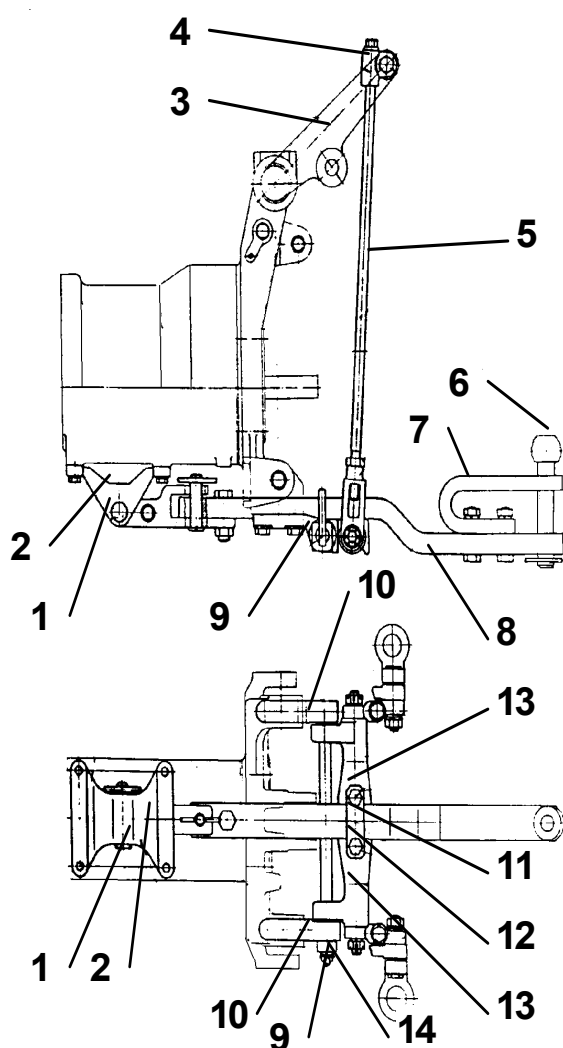

Рис. F-56. Нижняя буксирная скоба транспортная.
14. НИЖНЯЯ БУКСИРНАЯ СКОБА ТРАНСПОРТНАЯ (рис. F-56) И ВЕРХНЯЯ БУКСИРНАЯ СКОБА ТРАНСПОРТНАЯ (рис. F-56а)
Нижняя буксирная скоба транспортная предназначена для буксировки сельскохозяйственных машин, одноосных прицепов и автомобильных прицепов. Буксирная скоба может перемещаться в вертикальной плоскости при помощи подъемника. Шаровая часть штыря (6) предназначена для крепления автомобильного прицепа. В транспортном положении буксирная скоба блокируется при помощи штыря 9 (рис. F-56), который вкладываем в отверстия кронштейна (10) и поперечной балки (13), находящейся в нижней части корпуса заднего ВОМ.
Верхняя буксирная скоба транспортная предназначена для буксировки сельскохозяйственных двухосных прицепов. Скоба крепится при помощи болтов 24 и 25 (рис. F-56а) к корпусу заднего моста. Для взаимодействия трактора с трехточечной системой подвески следует верхнюю буксирную скобу транспортную демонтировать посредством снятия с предохранителя шплинтов 20 и извлечения штырей 3 (рис. F-56а).
Рис. F-56а. Верхняя буксирная скоба транспортная.